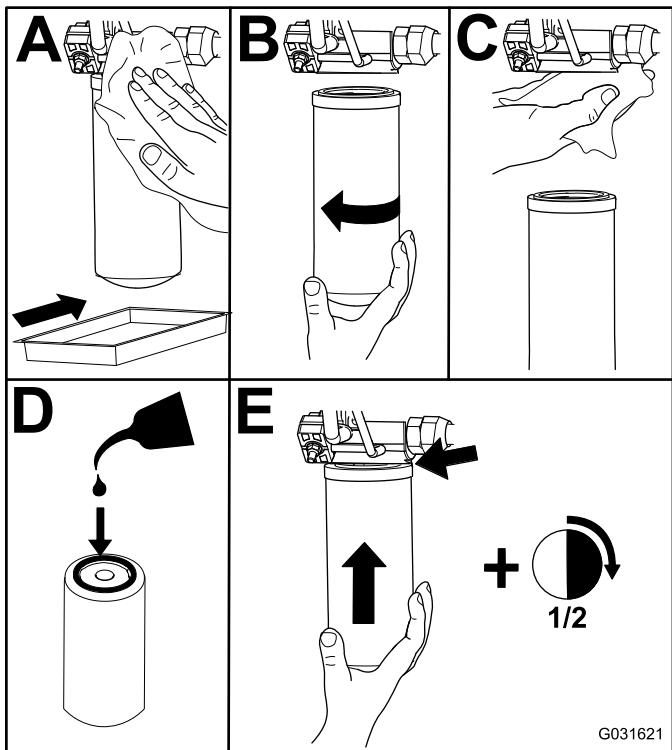

Figure 78
2. Remplacez le filtre hydraulique de charge au niveau du compartiment de levage hydraulique, comme montré à la Figure 78.
4. Reposez le filtre de retour sur le côté droit de la machine (Figure 78).